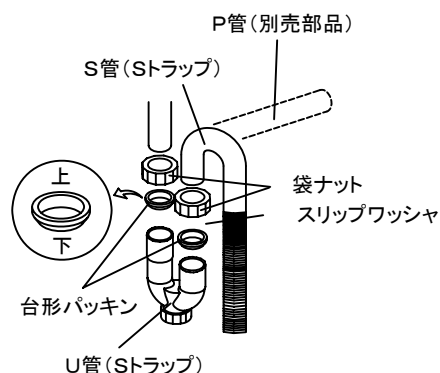

図13-5
- ②建物側の排水管にP管を差し込んだ後、P管とストラップのU管を確実に接続してください。(図13-5)
- ③P管と建物側の排水管を水漏れのないように注意して接続してください。
- ④後板点検口蓋を後板に取付けてください。
- ⑤底板点検口蓋を底板に取付けてください。